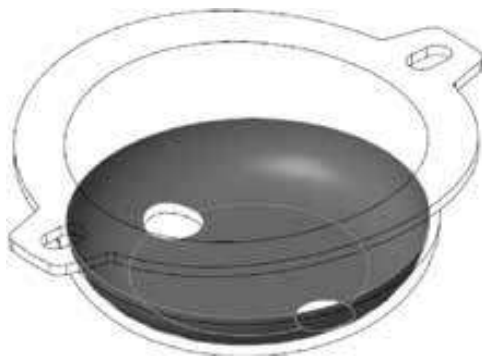

图4-23 选择零件上小孔周围的曲面
Step 03 按住Ctrl键, 选择零件内表面小孔周围的曲面, 如图4-23中的阴影曲面所示。